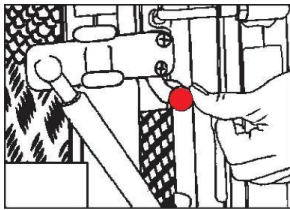

Abb. 1
2. Drücken Sie den roten Hebel, um die Verriegelung zu öffnen (Abb. 1).